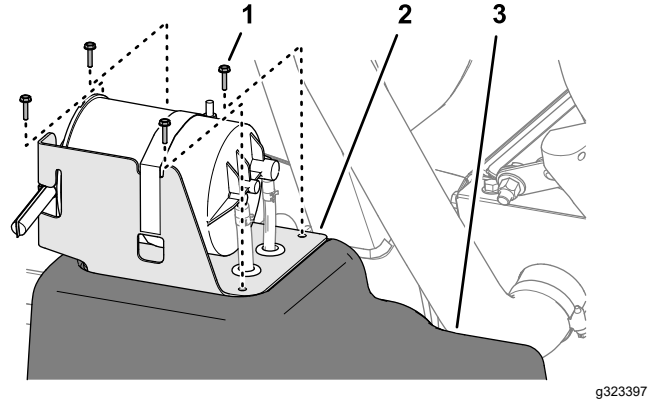

Figura 117
2. En el depósito de combustible, retire los 4 tornillos (N.º 10 x ¾") que sujetan el soporte del cartucho de carbón a la parte superior del depósito de combustible (Figura 117).